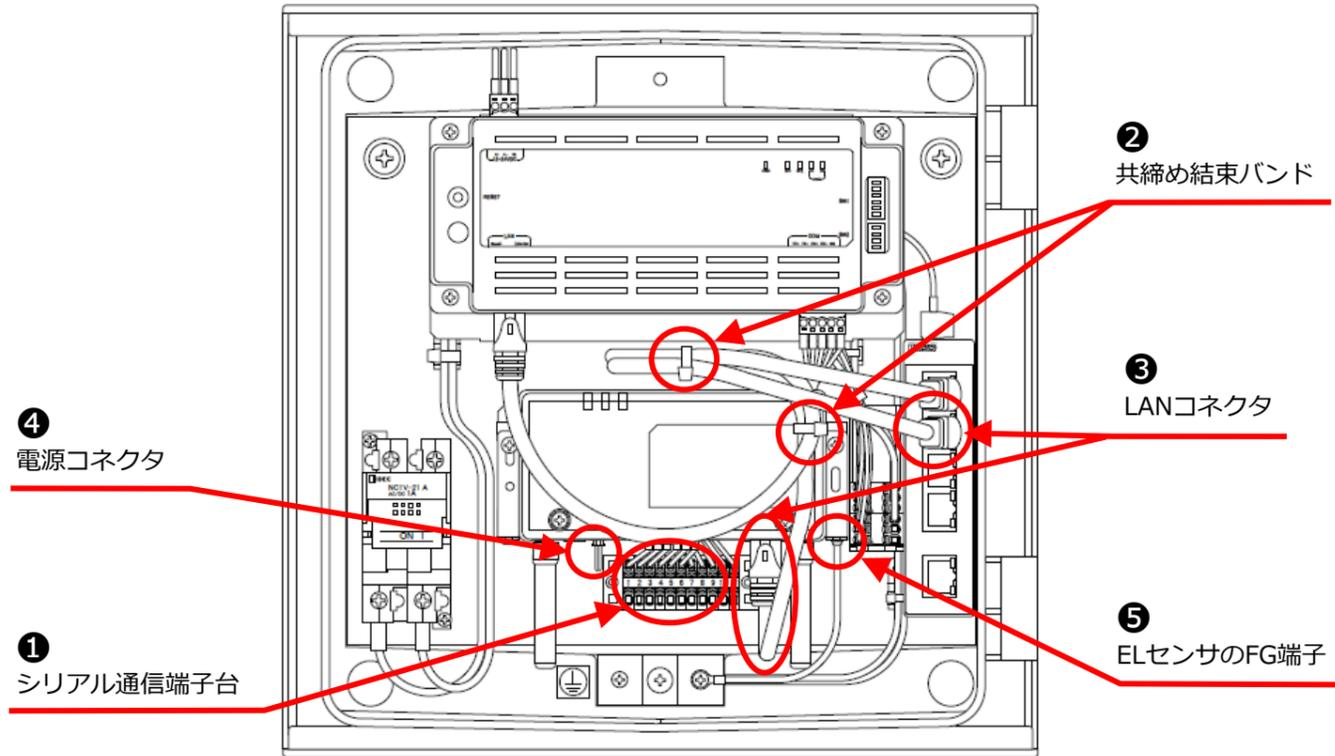
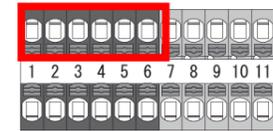
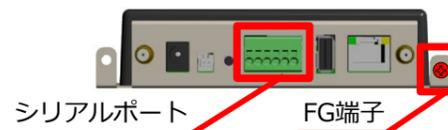

図3 自家消費モバイルパック組込図
図4 シリアル通信端子台
図6 ELセンサ背面図A
- (1) シリアル通信端子台の1番～6番ポートの信号線を取り外す。(図3 ①、図4)
- (1) 2本のLANケーブルを共締めしている結束バンドをニッパーで切る。(図3 ②)
- (2) ELセンサに接続されているLANケーブルをELセンサ、Hubから取り外す。(図3 ③)
- (1) ELセンサの電源コネクタを取り外す。(図3 ④)
- (2) 外した電源コネクタに絶縁テープなどで絶縁処理を施す。
- (1) アース線を取り付けているねじ止めを外す。(図3 ⑤、図6)
- (1) ELセンサ背面のシリアルポートに接続されている通信線を取り外す。(図6)